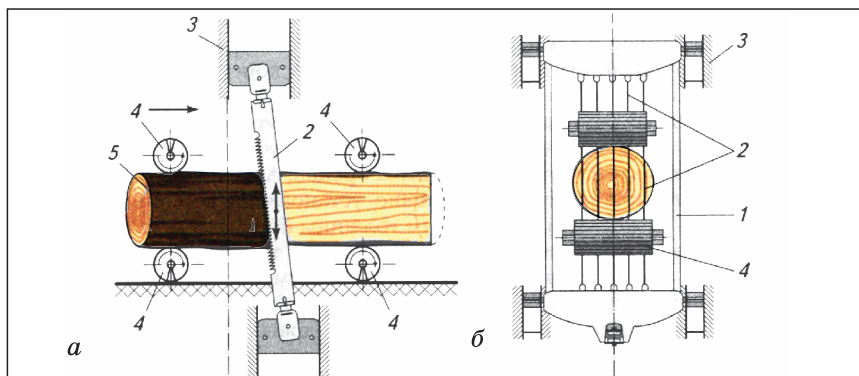

Рис. 5. Схема лесопильной рамы:
Лесопильная рама (рис. 5) состоит из пильной рамки (1) с набором вертикально закрепленных полосовых пил (2).